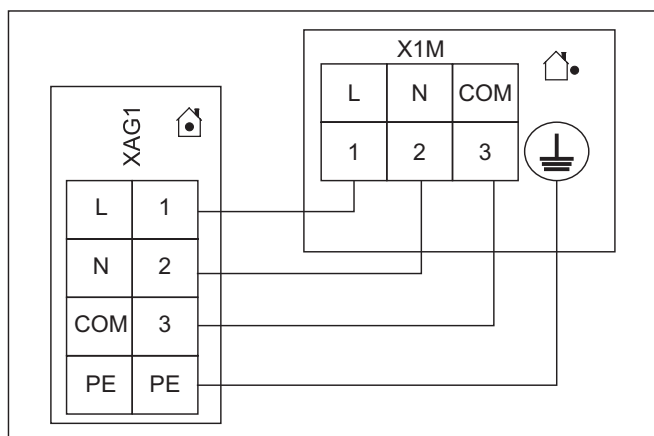

Fig. 64-35 Ligação aparelho exterior da bomba de calor
- 2 Ligar o aparelho externo da bomba de calor à régua de bornes XAG1 (ver Fig. 64-35).